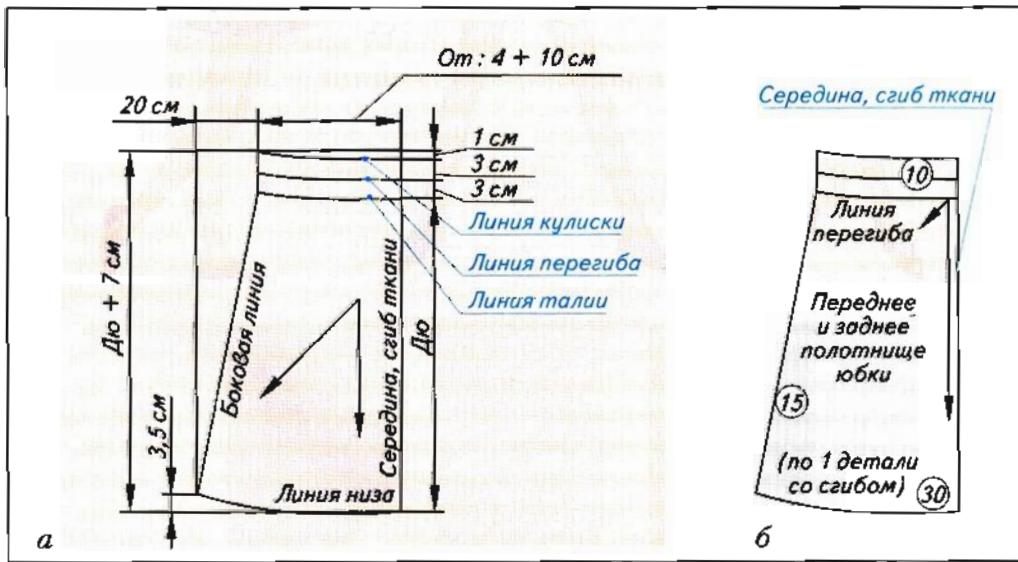

Рис. 21. Построение выкройки юбки: а – чертеж выкройки; б – выкройка.
На большом листе бумаги в клетку построим чертеж переднего и заднего полотнищ юбки в натуральную величину (рис. 21).
1. Надпишите на чертеже названия деталей выкройки и их количество (см. рис. 21), например: «Переднее и заднее полотнище юбки (по 1 детали со сгибом)».